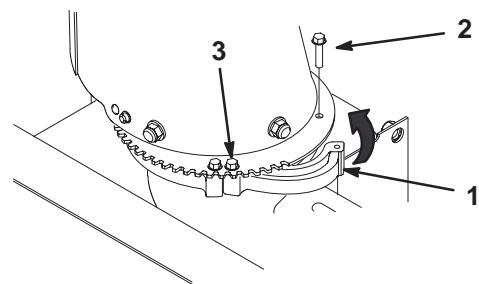

Figure 12
- Tournez le dispositif de retenue desserré vers l'intérieur sur la couronne et fixez-le avec une vis (Fig. 12).
- Serrez l'autre vis de retenue pour fixer le dispositif de retenue (Fig. 12).